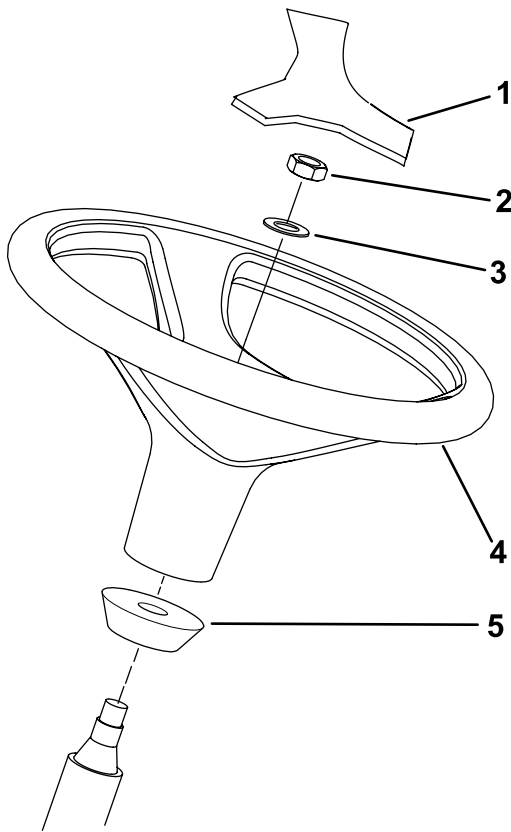

Bild 10
1. Nehmen Sie das Lenkrad von der Versandpalette ab (Bild 10).
**Hinweis:** Stellen Sie sicher, dass der Schaumkragen auf der Lenkwelle verbleibt (Bild 10).
- Ziehen Sie das Lenkrad und die Scheibe auf die Lenkwelle auf (Bild 10).
- Befestigen Sie die Abdeckung am Lenkrad (Bild 10).